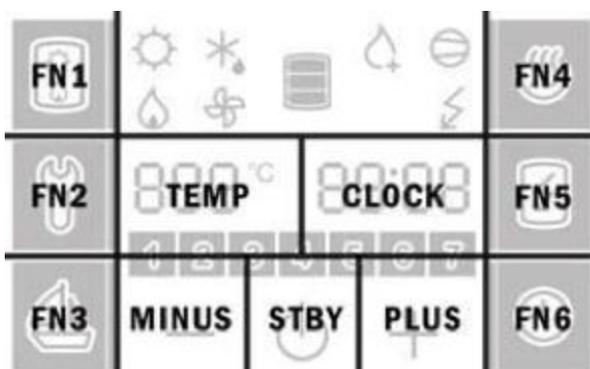

Figura 6: Tasti sul display
- Tenendo premuto il numero sulla destra (il campo CLOCK nella figura 6), viene visualizzato il parametro successivo.